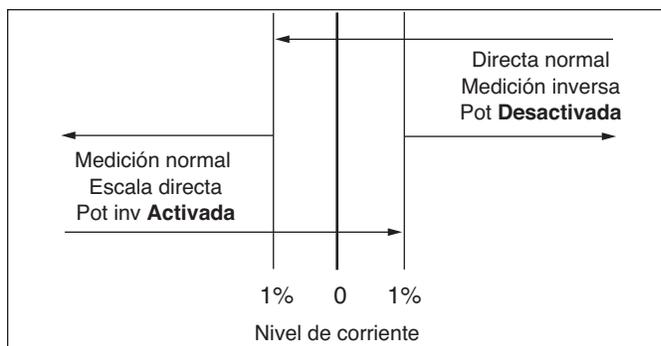

**Figura 6-3.**
**OPERACIÓN:** (Figura 6-3) Siempre opera en la dirección inversa usando las selecciones inversas en los Códigos de función 51, 52, 53, 54 y 55. Esto permite la operación hasta condiciones de cero corriente dado que no hay umbral inverso. Se ha incorporado una protección en el control para evitar desperfectos en caso de que ocurra el flujo de potencia directa. Si ocurre una corriente directa de más de un 2% (0.004 A TC secundario), el control queda inactivo en la última posición de toma mantenida y se apagan los indicadores del borde de banda. A medida que el flujo de corriente vuelve a un nivel sobre este umbral de directa, se reanuda la operación de inversa normal.